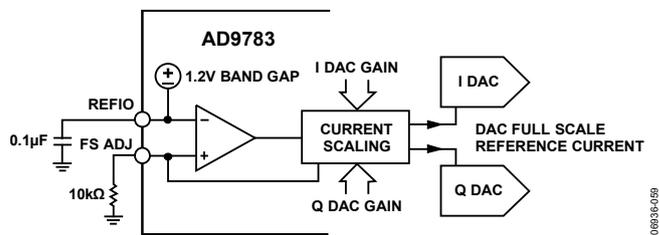

図 62. リファレンス回路
8.66~31.66 mA の範囲で I DAC と Q DAC のフルスケール電流を設定できます。最初に 1.2 V のバンドギャップ・リファレンスを使用して、FS ADJ (54 番ピン) に接続された外部抵抗の電流を設定します。図 62 にリファレンス回路の簡略ブロック図を示します。外部抵抗が抵抗を流れるように設定され、これにより 120 µA の I_{REFERENCE} が抵抗を流れるように設定され、これで 20 mA の DAC 出力フルスケール電流が生じます。ゲイン誤差はこの抵抗に比例して変化するので、高精度の抵抗を使用することによって、この各デバイスの内部マッチング仕様までゲイン・マッチングが改善されます。内部電流ミラー回路で電流ゲインのスケールリングが行なわれます。I DAC または Q DAC ゲインは SPI ポート・レジスタの 10 ビット・ワードで設定します。この DAC ゲイン・レジスタのデフォルト値では、約 20 mA のフルスケール電流出力 (I_{FS}) が発生します。I_{FS} は以下の式から求められます。